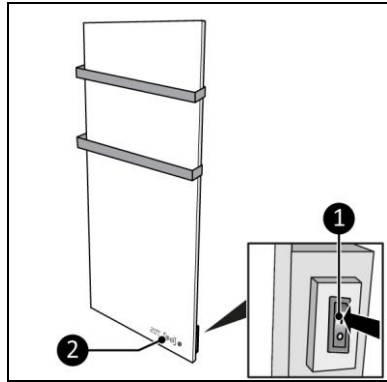

Abbildung 12
1. Stellen Sie den EIN/AUS-Schalter auf EIN (Abbildung 12, Pos. 1).
2. Die Schalttafel und die Anzeige (Abbildung 12, Pos. 2) leuchten auf.